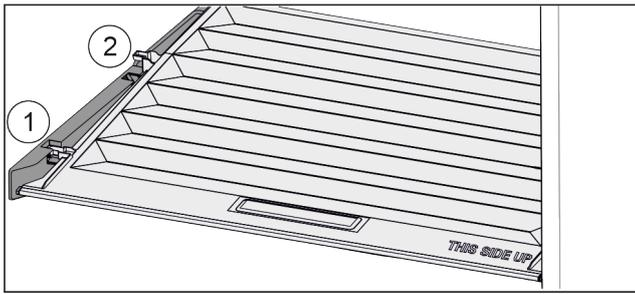

Fig. 102
- ▶ Издърпайте напред Fig. 102 (1) капака до отвора в задържащите части.
- ▶ Повдигнете го отзад отдолу и отстранете Fig. 102 (2) нагоре.